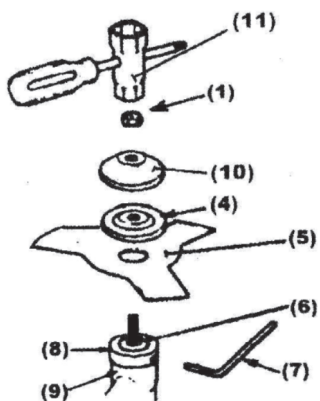

Рис. 4
1. Установите на выходной вал редуктора (2) внутренний, а затем прижимной фланец (см.рис.4).
2. Зафиксируйте вал от проворачивания с помощью ключа (11) (см.рис.4), закрутите кассету с леской (3) против часовой стрелки до упора.